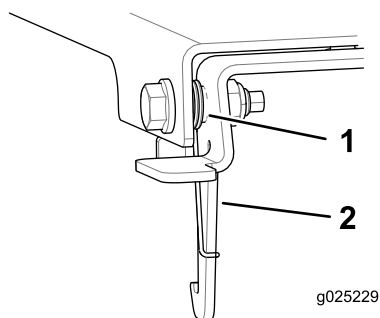

Figura 4
- Pase el extremo largo del muelle alrededor de la parte trasera del enganche (Figura 4).